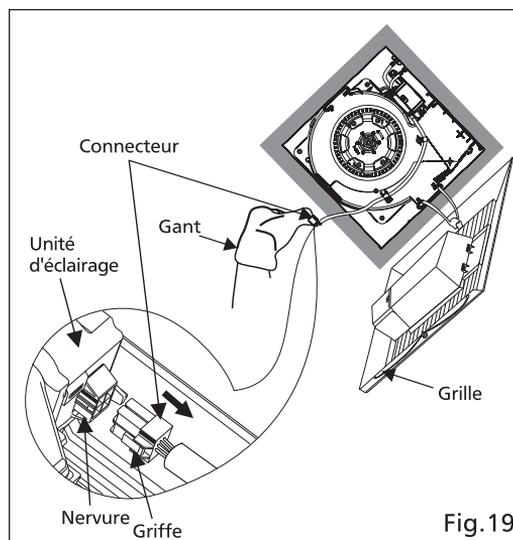

Fig.19
1. Retirer la grille en abaissant un ressort de fixation . Déconnecter le connecteur à fiches, puis abaisser l'autre ressort de fixation. (Pincer le ressort de fixation et abaisser-le doucement.) (Voir Fig.19)